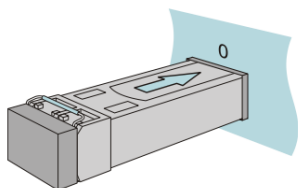

图 32：安装收发器
- 将锁关闭的 SFP 收发器推入插槽，直至其锁定。参见图 32。